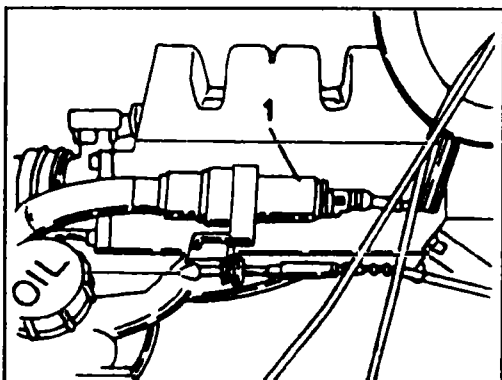

Рис. 4.56 Клапан стабилизации частоты XX (1)
- ◆ Включите зажигание. Клапан стабилизации частоты XX (1, рис. 4.56) должен работать. Если нет, снимите разъем с клемм клапана (1) и измерьте сопротивление между клеммами клапана. Оно должно составлять 2,0 - 10,0 Ом. Если результат измерения попадает в указанный диапазон, верните на место разъем клапана. Если нет - замените клапан.